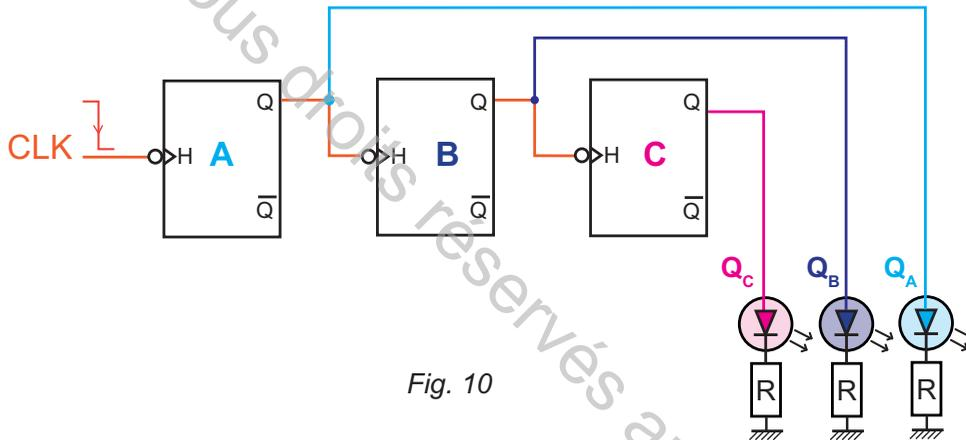

Fig. 10
- a. Si le front d'horloge est descendant alors l'entrée d'horloge de chaque bascule est branchée à la sortie Q de la bascule immédiatement précédente (fig. 10).